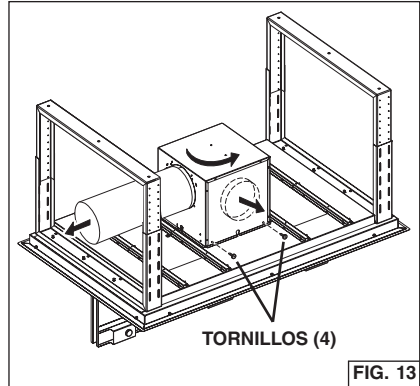
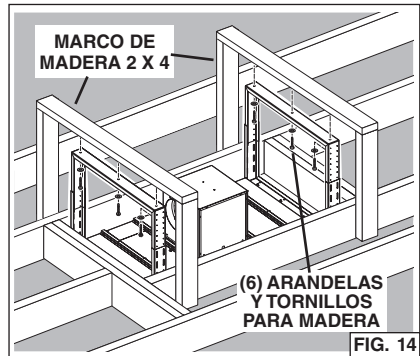

FIG. 13
FIG. 14
2. Para cambiar la dirección del conducto sin usar codos. Fig. 13:
- Retire (2) tornillos del interior de la caja del ventilador.
- Retire (4) tornillos de los lados de la caja del ventilador.
- Retire el ventilador, gírelo 90 grados y reinstale (4) tornillos.
4. Asegure cada marco de soporte con el marco de soporte de madera de la campana con los (6) tornillos para madera de 6 x 70 mm y las arandelas suministradas. Fig 14.